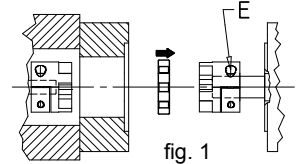

fig. 1
Un semiacoplamiento debe ser ensamblado sobre el extremo del árbol servomotor sin chaveta (si hay chaveta, quitarla, ver fig. 1). En caso de un alto número de arranques/h y cargas elevadas, es necesario pedir previamente la ejecución especial: «**Junta con ranura chaveta**».
**Insertar el semiacoplamiento sobre el árbol del servomotor, como está indicado en la fig. 1, alrededor de la pista del retén de elastómero.**